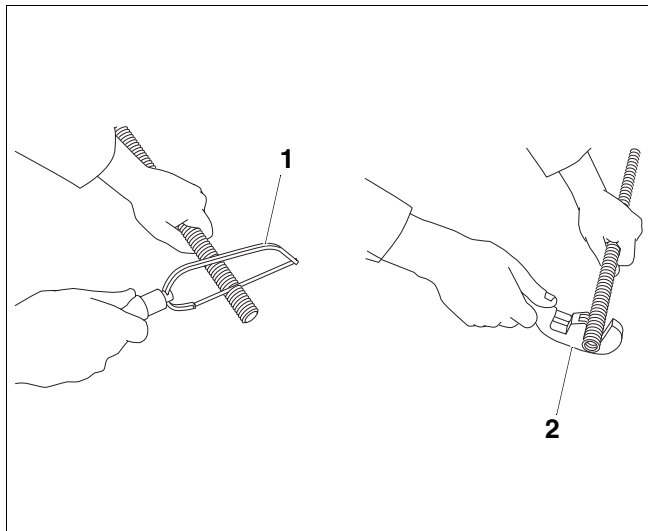

Fig. 1 Tagliare a misura
- Tagliate il tubo ondulato di acciaio inox perpendicolarmente, nell'incavo, con un seghetto o un tagliatubi (fig. 1, **pos. 1 e 2**).